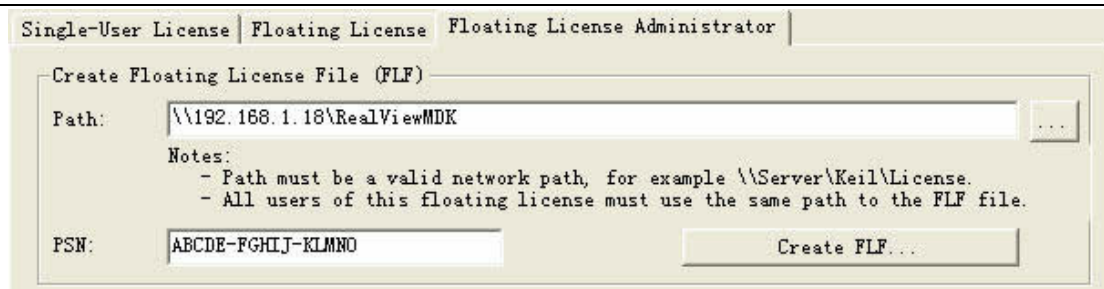

图 2-13 正确创建 FLE 文件后的界面
- (1) 安装好 μ Vision 3；
- (2) μ Vision IDE 中，单击 File – License Management 菜单项进入许可证管理对话框；
- (3) 选择 Floating License Administrator 页，如图 2-13 所示在 Path 文本框中设置正确的服务器共享文件夹的路径；
- (4) 在 PSN 文本框中输入正确的产品序列号；
- (5) 单击 Create FLE 按钮，即在服务器共享文件夹中产生注册浮动许可证时需要的 FLE 文件。